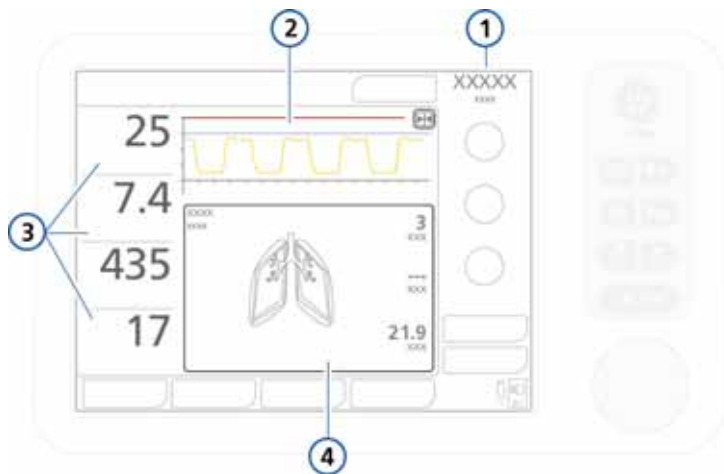

図 6-1. 基本画面
人工呼吸中は、HAMILTON-C1 の画面で患者データを確認できます (図 6-1)。画面のレイアウトは、施設のニーズに合わせて、各種波形やループ、トレンド、あるいはインテリジェントパネルのグラフィックを使って構成できます。モニタウィンドウには、換気に影響を与えることなくいつでもアクセスできます。
- ・ 気道内圧 / 時間の波形。このグラフは常に表示され、設定できません。図 6-1 の項目 4 を参照してください。